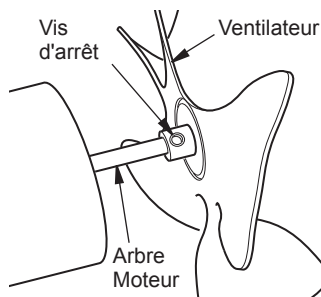

Figure 8 - Emplacement du ventilateur, de l'arbre moteur et des vis d'arrêt
IMPORTANT : Retirez le ventilateur de l'arbre moteur du moteur avant de retirer l'appareil de chauffage. Le poids du moteur repose sur le ventilateur pourrait endommager le terrain du ventilateur (voir figure 8).
3. Utilisez 1/8" clé Allen pour desserrer vis de fixation qui retient le ventilateur à l'arbre du moteur (voir figure 8).